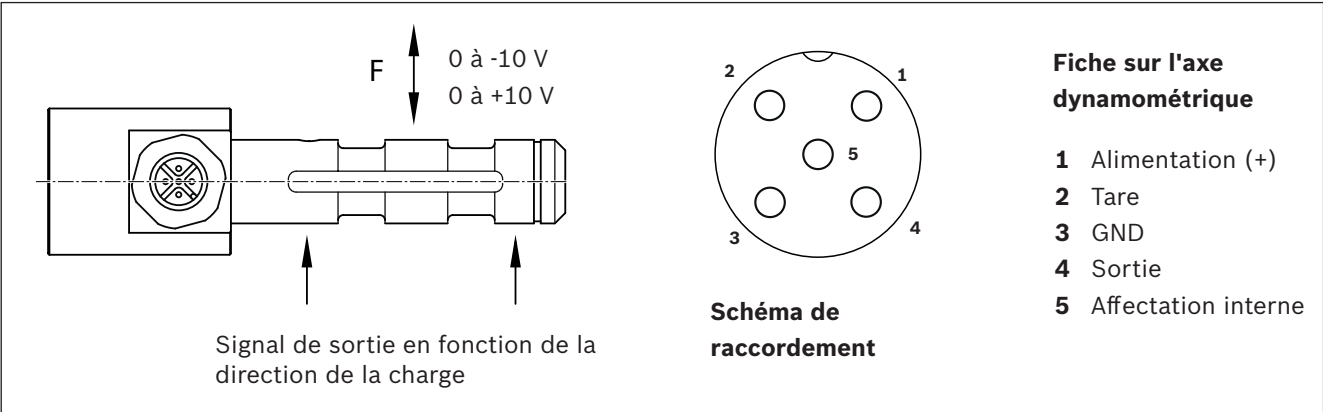

Fig. 11 : Raccordement électrique de l'axe dynamométrique
- 3. Insérer l'axe dynamométrique (1) à la main entre le tenon à rotule (2) et la chape arrière (3).
- 4. Sécuriser l'axe dynamométrique (1) avec le dispositif d'arrêt du boulon fourni (4) d'un côté de la chape arrière (3) pour le maintenir de manière axiale et pour éviter tout risque de rotation.
- 5. Aligner le raccordement électrique sur l'axe dynamométrique selon l'application. Polarité du raccordement ➡ Fig. 11.